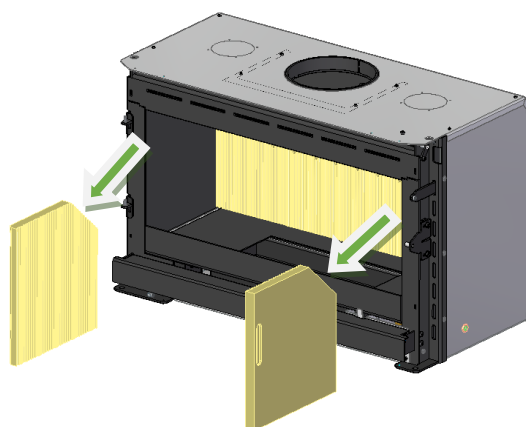

Figure 40 – Démontage des côtés de l'équipement en vermiculite
3. Retirez les 2 pièces sur les côtés, en allant vers le centre de l'équipement et en revenant vers l'extérieur de l'équipement, Figure 40.